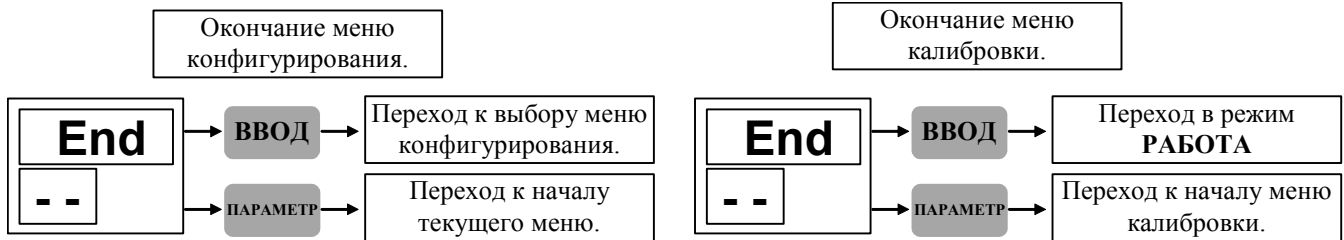

Рис. 5.5.4
5.5.4. Все меню в режимах **КОНФИГУРИРОВАНИЕ** и **КАЛИБРОВКА** заканчивается аббревиатурой **End** на индикаторе **1** и символом **--** на индикаторе **2**. При этом нажатие кнопки **ПАРАМЕТР** приводит к возврату на начало меню, нажатие кнопки **ВВОД** приводит к выходу из меню (см. рис. 5.5.4)